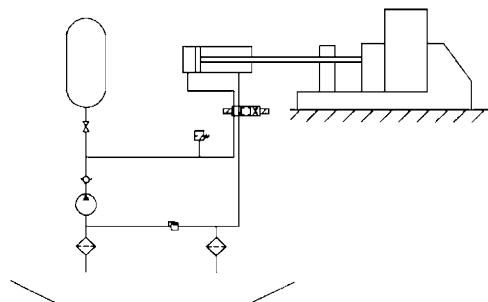

Fig.6
5. Cuando se requiere una presión estática constante durante un largo período, es indispensable un acumulador, ya que compensará la pérdida de presión debido a fugas a través de juntas, sellos, etc., así como los picos de presión de equilibrado que pueden ocurrir durante el ciclo de funcionamiento. Las aplicaciones típicas se encuentran en el sistema de cierre (Fig.6), plataformas de carga, prensas de curado, máquinas herramientas, sistemas de lubricación, etc.
5. As a constant static pressure is required for a long period, an accumulator is indispensable as it will compensate for pressure loss due to leakage through joints, seals etc. as well as balancing pressure peaks which may occur during the operating cycle. Typical applications are found in closing system(Fig.6), loading platforms, curing presses, machine tools, lubricating systems, etc.